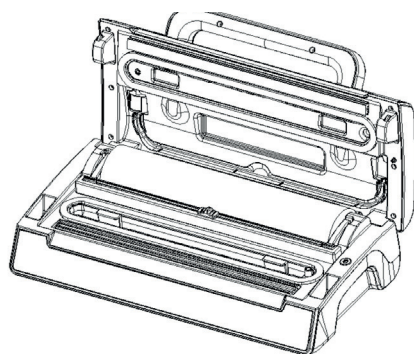

Fig. 1
1. Öppna övre skyddet. (Fig.1)